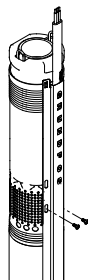

Abb. 10
3. Mit den beiden mitgelieferten Schneidschrauben die Kabelschutzschiene an das Einlaufsieb befestigen, siehe Abb. 10.